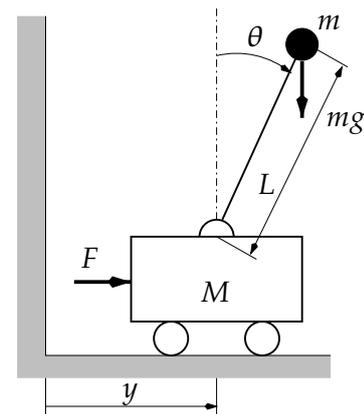

Figura 2: Péndulo invertido
2. La Figura 2 representa un sistema de péndulo invertido. El pivote del péndulo está montado sobre un carrito que puede moverse horizontalmente mediante la acción de una fuerza F . Manipulando F como variable de control, el objetivo es estabilizar el péndulo en posición vertical en una posición deseada del carrito.